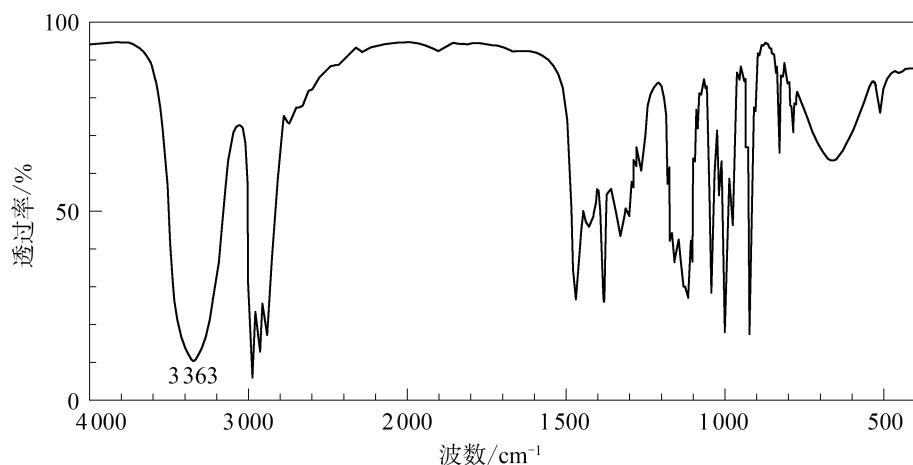
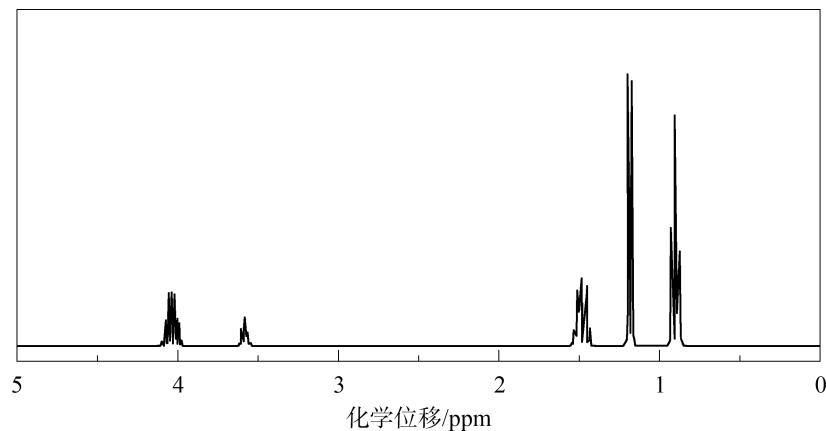

图 15.1
图 15.2
4. 现代化学常用仪器分析有机化合物的官能团等来确定有机化合物的结构。某分子式为 $C_4H_{10}O$ 的有机化合物的红外光谱和核磁共振氢谱如图 15.1 和图 15.2 所示,试写出它的结构简式,并说明你的分析依据。